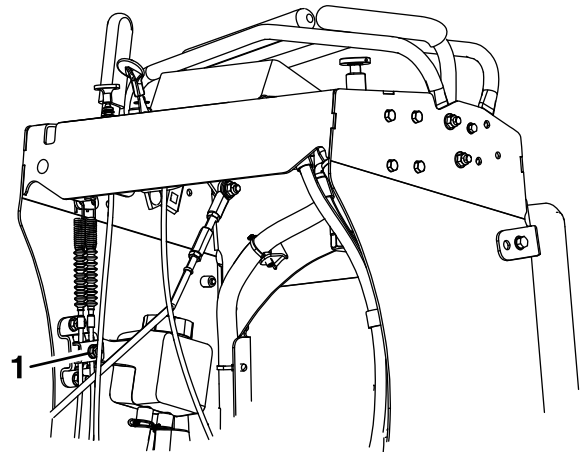

Figura 49
4. Allentate il serrafilo per cavi sui cavi del freno sotto la console (Figura 49).